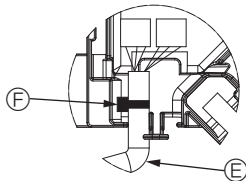

Fig. 10-10
- Τοποθετήστε την ταϊνία που στερεώνει το σύρμα μοτέρ πτερυγίου πλαίσιου στον πίνακα σύνδεσης, όπως φαίνεται στο διάγραμμα. (Fig. 10-10)